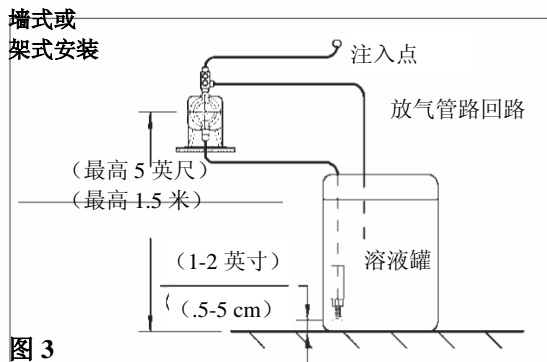

图 3
典型的安装布置如图 3、4 和 5 所示。
- 墙式或架式安装请参阅图 3。将吸入管连接到化学泵的吸入阀上。吸入阀是较低的阀门。其管道应足够长，使底阀/过滤器组件悬挂在化学储罐底部上方 1-2 英寸（2--5 cm）处。储罐应有盖，防止化学药品污染。